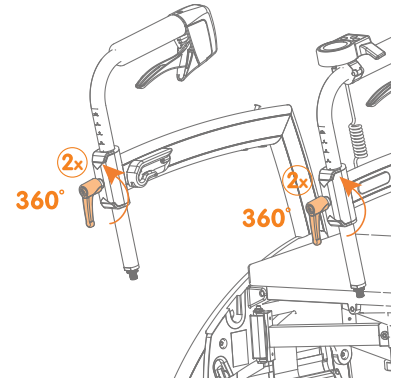
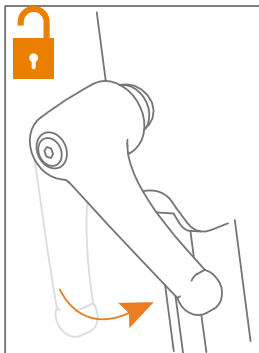

Abbildung 22: Lockern Sie die Einstellhebel.
Abbildung 23: Drehen Sie gegen den Uhrzeigersinn.
- Lockern Sie die Einstellhebel gegen den Uhrzeigersinn (**Abbildung 22**) und (**Abbildung 23**).